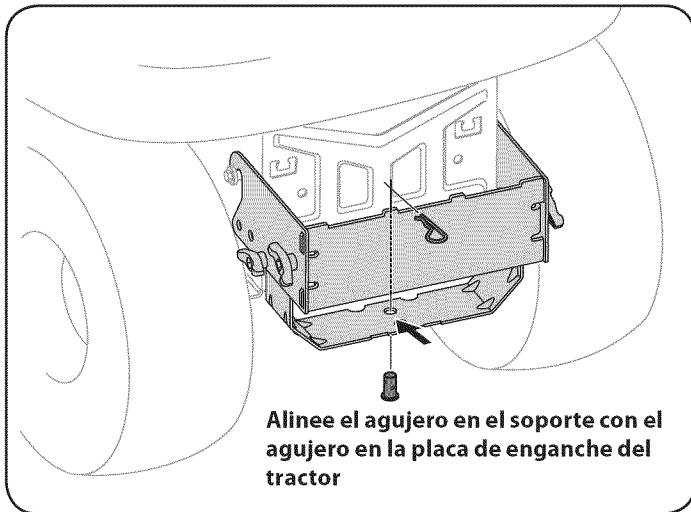

Figure 33
3. Instale el pasador de horquilla (711-0309A) de hardware paquete 689-00312 en el enganche del tractor y el apoyo de la asamblea del enganche y asegúrelo con un pasador de horquilla (714-0117). Ver Figure 33.